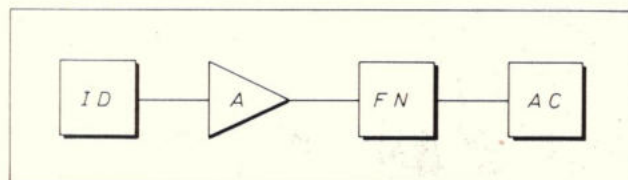

Fig. 1. Dit blokschema geeft eenvoudig aan hoe infra-rood detectie (ID) wordt verwerkt.
Figuur 1 geeft een blokschema van een eenvoudige passief infra-rood bewegingsmelder. ID is de infra-rood detector. Hierop komt de infra-rood energie binnen. Omdat de hoeveelheid infra-rood energie erg klein is wordt opnemer ID geplaatst in het brandpunt van een spiegel. Op die manier wordt een bundeling verkregen van infra-rood energie die wordt ontvangen uit de te beveiligen ruimte. Voor detector ID werd vroeger vaak een gewone lichtgevoelige weerstand genomen. Door een filter te plaatsen, dat het zichtbare licht blokkeerde, kwam dan alleen het infra-rood op de gevoelige weerstand terecht. Dit systeem werkte niet zo daverend. Tegenwoordig worden kwalitatief betere infra-rood opnemers toegepast. De zeer kleine hoeveelheid energie die ID (in fig. 1) krijgt aangeboden, wordt omgezet in een elektrisch signaal. Daarvan is de amplitude zeer klein. Een gevoelige versterker A is dan ook noodzakelijk om het signaal op een acceptabele hoogte te brengen. Het versterkte signaal wordt vervolgens meestal door speciale filternetwerken (FN) geleid en vervolgens toegevoerd aan het eigenlijke alarmcircuit (AC). Het filternetwerk (FN) is noodzakelijk om alleen bewegingspatronen door te laten die van mensen afkomstig zijn.